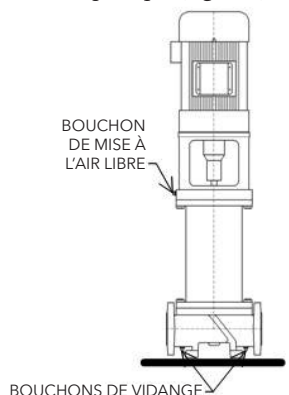

Figure 24 — Position des bouchons de mise à l'air libre et de vidange
2. Enlever les bouchons de vidange (inférieurs) et de mise à l'air libre (supérieur) et vider la pompe (fig. 24).